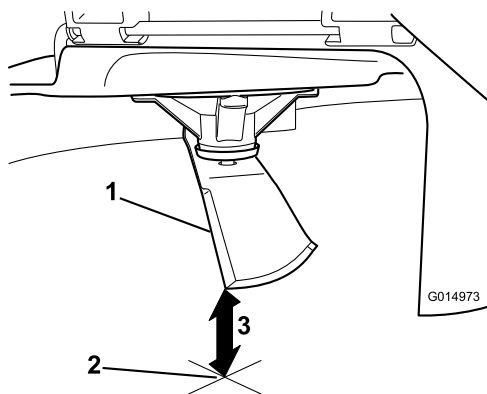

Figura 58
3. Măsurați de la vârful lamei până la suprafața plană (Figura 58).